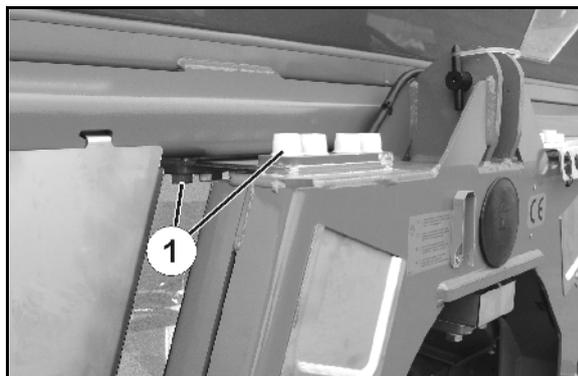

Fig. 52
L'écart requis entre les vis de butée maximale (Fig. 52/1) et le cadre de pesée est de 2 mm.
1. Desserrez le contre-écrou (Fig. 52/2)